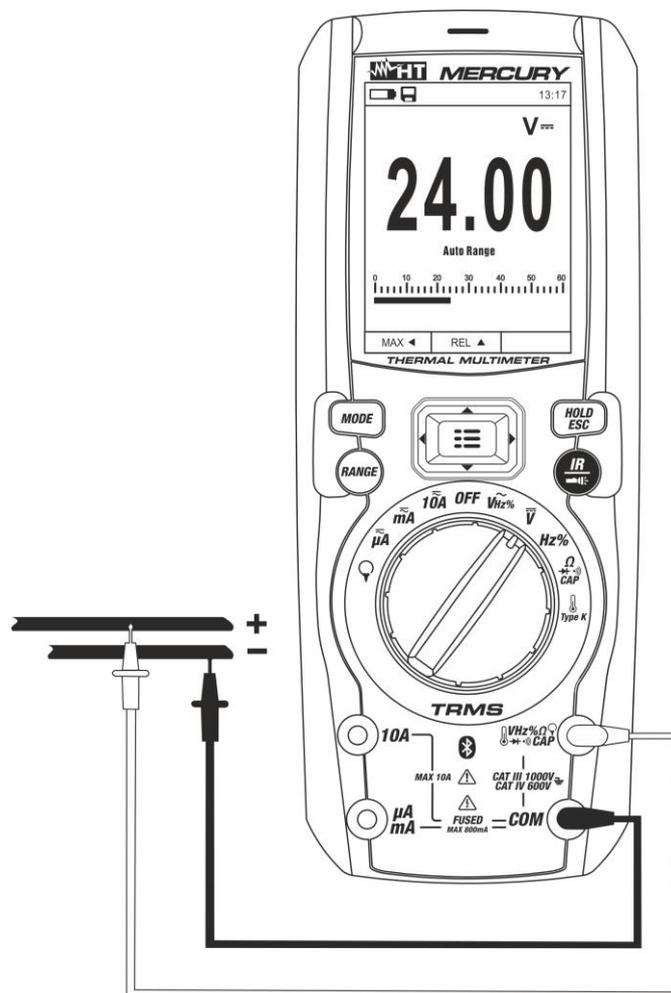

Fig. 21: Uso dello strumento per misura di Tensione DC, AC+DC
3. Posizionare il puntale rosso ed il puntale nero rispettivamente nei punti a potenziale positivo e negativo del circuito in esame (vedere Fig. 21). Il valore della tensione è mostrato a display
5. La visualizzazione del simbolo "-" sul display dello strumento indica che la tensione ha verso opposto rispetto alla connessione di Fig. 21.